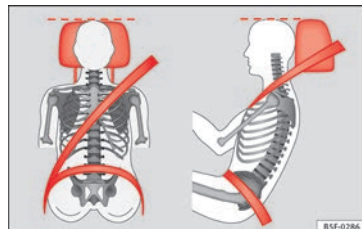

Fig. 73 Encosto de cabeça corretamente regulado visto de frente e de lado.
– Ajuste dos encostos de cabeça de modo a que o rebordo superior do encosto fique, na medida do possível, alinhado com o alto da sua cabeça, no mínimo à altura dos olhos » » **Fig. 73.**